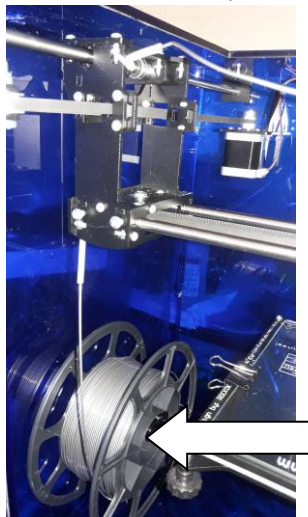

Рисунок 2.20– Катушка с пластиком
1. Установите катушку с пластиковой нитью на боковой кронштейн для катушки (рисунок 2.20).